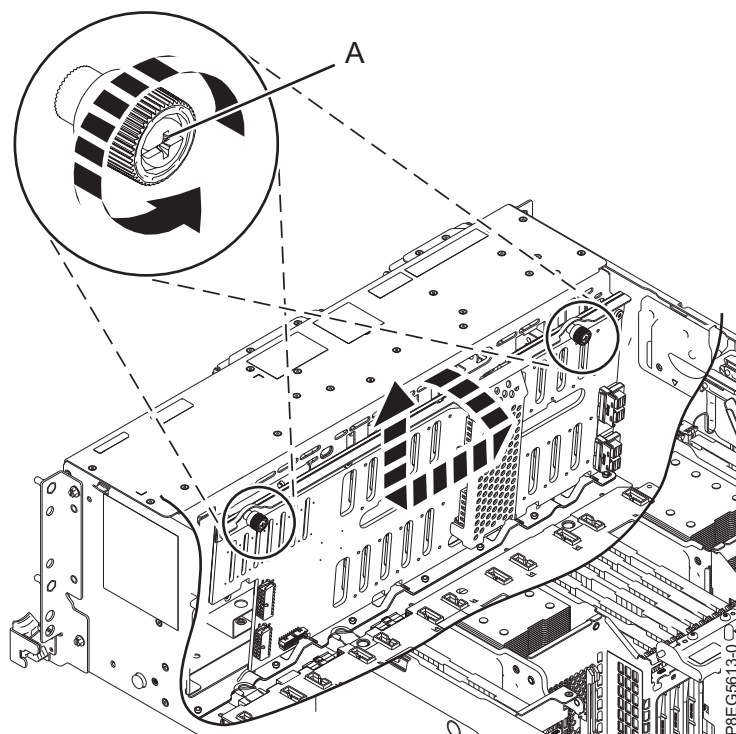

図 16. ディスク・ドライブ・バックプレーンの取り外し
7. 図 16 に示すように、ディスク・ドライブ・バックプレーンの拘束つまみねじ (A) を、完全に緩むまで慎重に緩めます。
8. 図 16 に示されている方向にディスク・ドライブ・バックプレーンを傾けてから、バックプレーン・カットアウトがシャーシのタブから外れるようにディスク・ドライブ・バックプレーンを横にスライドさせます。